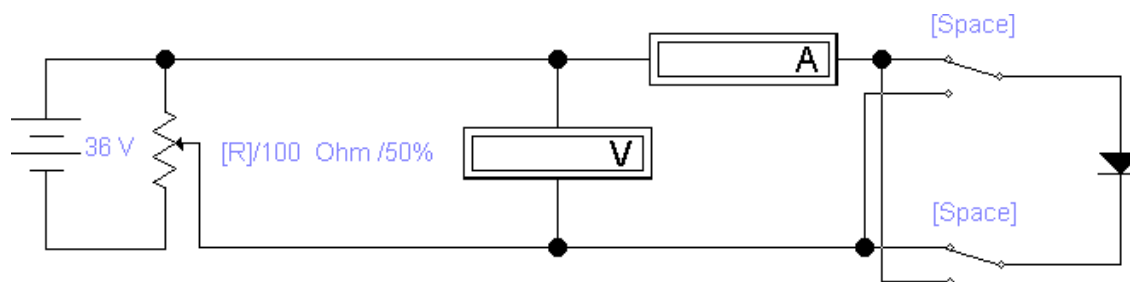

Рис. 5. Схема віртуального електричного кола для дослідження вольт-амперної характеристики діода.
1. Скласти віртуальне електричне коло за схемою зображеною на рис. 5.